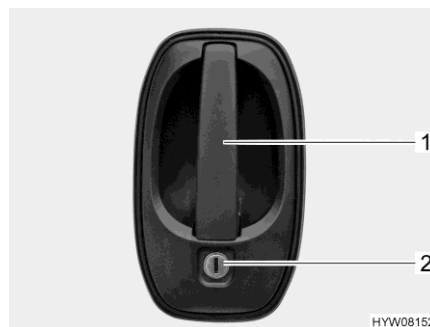

Bild 40 Dörrlås (förardörr/ingångsdörr på utsidan)
- Stick in nyckeln i låscylindern (Bild 40,2) och vrid den ända tills dörrlåset har låsts upp.
- Dra i dörrhandtaget (Bild 40,1). Dörren är öppen.
- Stick in nyckeln i låscylindern (Bild 40,2) och vrid den ända tills dörrlåset har låsts.